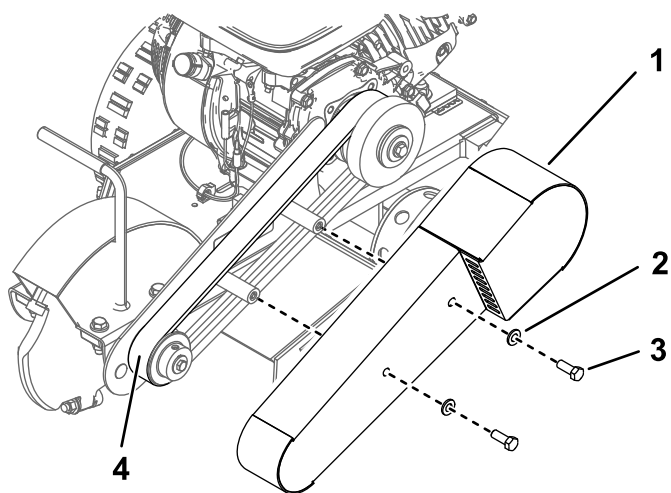

Figure 23
3. Déposez les 2 boulons, les 2 rondelles et le protège-courroie (Figure 23).
5. Si la courroie a besoin d'être réglée, voir Réglage de la courroie d'entraînement \(page 22\). Si la courroie ne nécessite aucun réglage, reposez le protège-courroie, comme montré à la Figure 23.
3. Déposez le protège-courroie (Figure 23).
8. Posez le protège-courroie (Figure 23).
1. Déposez les 2 boulons, les 2 rondelles et le protège-courroie (Figure 23).